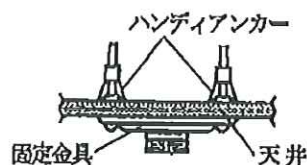

図4
② 天井（直接）に取り付ける場合
- 天井にハンディアンカー用穴を開け、ハンディアンカー（市販品）を使用して、固定金具を垂直になるよう確実に固定してください。（図4参照）